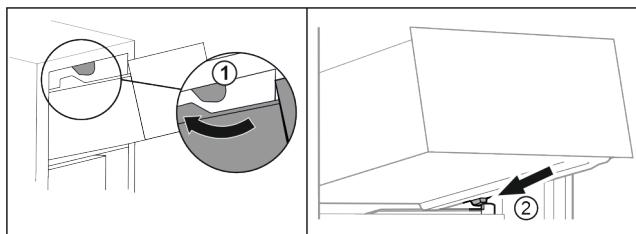

Fig. 65
- Прокарайте чекмеджето около горните ограничители. Fig. 65 (1)
- Поставете чекмеджето под ъгъл зад долните ограничители върху реброто на съда. Fig. 65 (2)